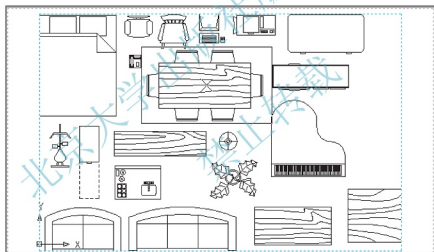

图 1.16 将视图控制框放到“餐桌”位置
(3) 调整视图控制框的大小后，将其放到将要观察的区域（见图 1.16，将视图控制框放到“餐桌”位置），按 Enter 键，则视图控制框所框定的区域占满整个屏幕。